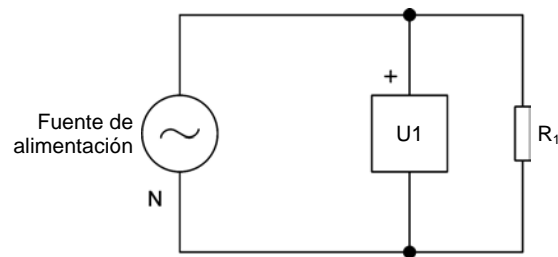

Figura 19. Circuito para medir el contenido de armónicos en la salida ca de la Fuente de alimentación ca trifásica de 400 V y cc de 230 V.
6. Conecte el equipo como se muestra en la figura 19.
El terminal rojo de la entrada *U1* de la Interfaz de adquisición de datos y de control corresponde al terminal identificado con un signo (+) en la figura 19.